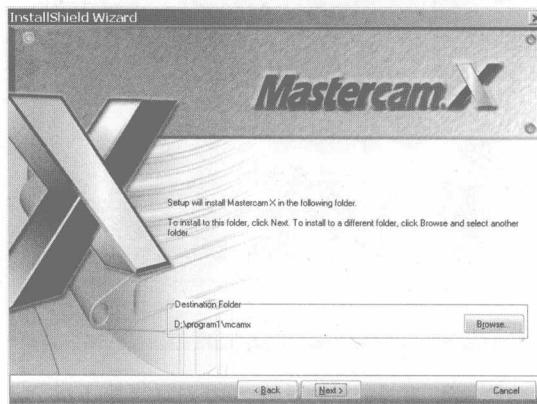

图 1.6 InstallShield Wizard 对话框第 4 步
(5) 打开 InstallShield Wizard 对话框第 4 步(安装目录位置), 如图 1.6 所示, 单击 Browse 按钮, 选择该软件安装路径, 确定安装目录后, 单击 Next 按钮, 进入下一步。